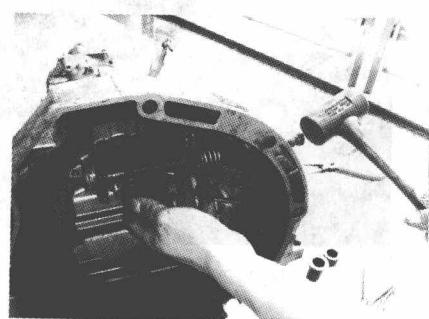

图 1-22 安装分离叉轴套
4) 用专用工具将分离叉轴套装入变速器壳内，如图 1-22 所示。